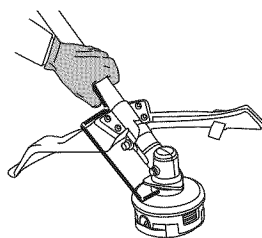

Fig. 19
2. Sujete la varilla de traba en su lugar sosteniéndola al lado del brazo de la unidad (Fig. 19).
3. Sujete la varilla de traba en su lugar sosteniéndola al lado del brazo de la unidad (Fig. 19).